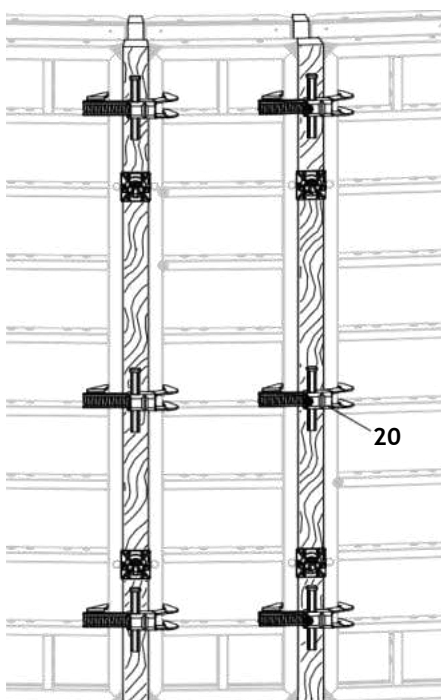

Fig. A16.03
- Не закрепвайте направл. скоба BFD (20) на ребрата. (Fig. A16.03)